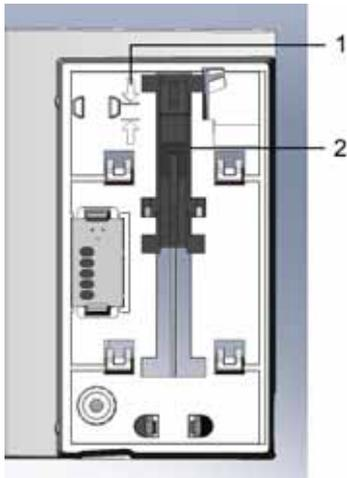
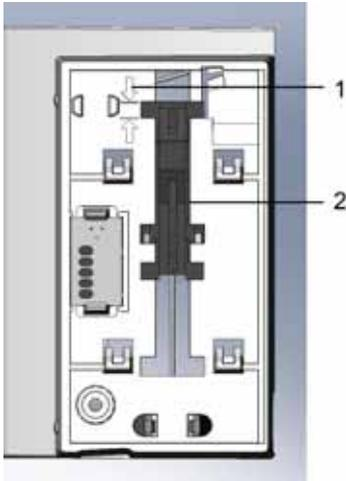

Figure 1. Interface d'assemblage à l'arrière de la cartouche AQC
Figure 2. Valves correctement alignées
1. Examinez la cartouche que vous avez retirée pour vérifier s'il y a des flèches d'alignement à l'arrière de la cartouche AQC comme indiqué dans la Figure 1.
Après éjection, certaines valves de cartouches AQC peuvent être positionnées comme indiqué en Figure 2 et non comme indiqué en Figure 1.
3. Vérifiez que la cartouche soit correctement alignée comme indiqué en Figure 2, avec le haut de la valve entre les deux flèches.
4. Déplacez la valve à l'arrière de la cartouche AQC de manière à ce que le haut de la valve soit en alignée entre les flèches, comme indiqué en Figure 2.